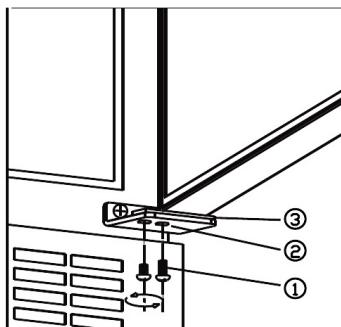

fig. 8.1
- Afmonter skruerne (1) STØT DØREN! Se fig. 8.1